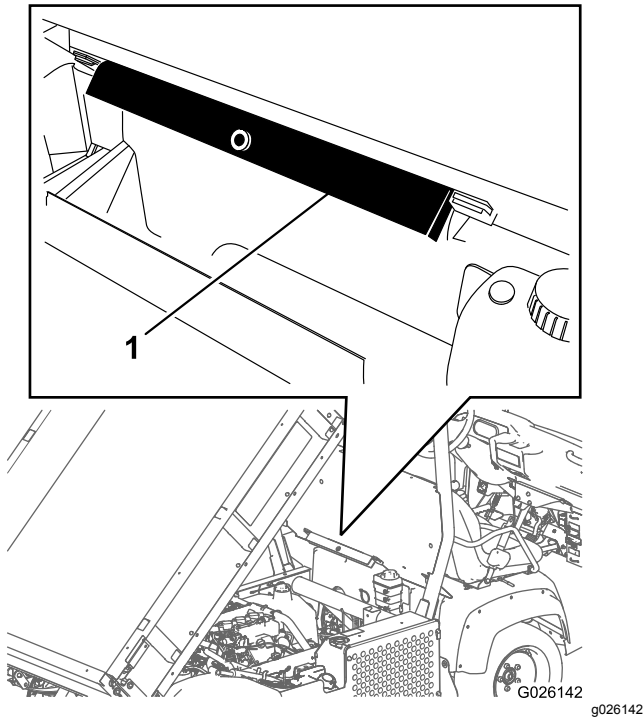

图28
2. 从 ROPS 面板背面的存放架上取下货斗支架 图28。